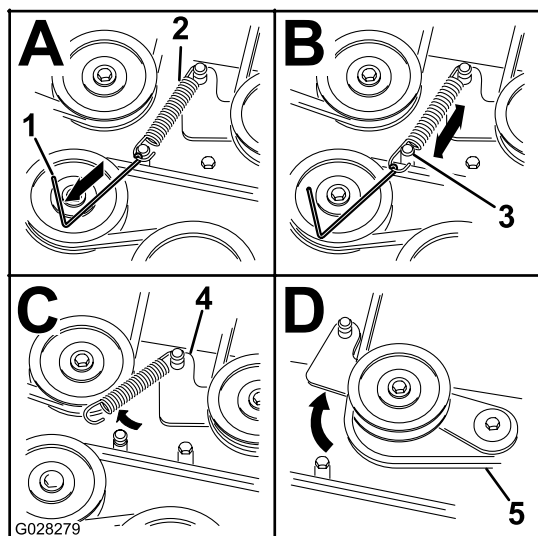

Figure 77
8. À l'aide d'un outil de dépose de ressort (réf. Toro 92-5771), décrochez le ressort de l'ergot sur le plateau pour éliminer la tension sur la poulie de tension (Figure 77).
11. Acheminez la courroie neuve autour des poulies du plateau de coupe et de la poulie d'embrayage, sous le moteur (Figure 77).
12. À l'aide d'un outil de dépose de ressort (réf. Toro 92-5771), accrochez le ressort à l'ergot sur le plateau pour tendre la poulie de tension et la courroie de plateau de coupe (Figure 77).